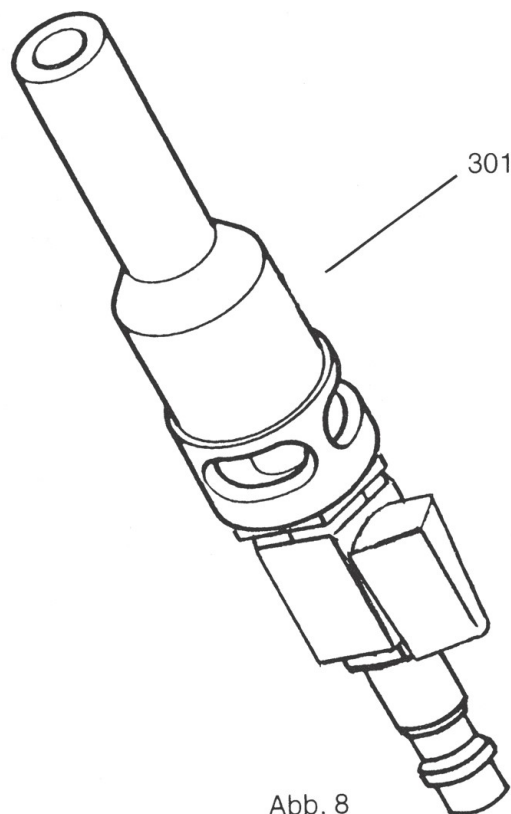

Abb. 8
Druckwandler (Abb. 8)
- **Druckwandler für den Anschluß an Druckluftanlagen mit einer Mindestleistung von 250 l/min. bei 2,5 bis 4 bar Betriebsdruck (Abb. 8)**